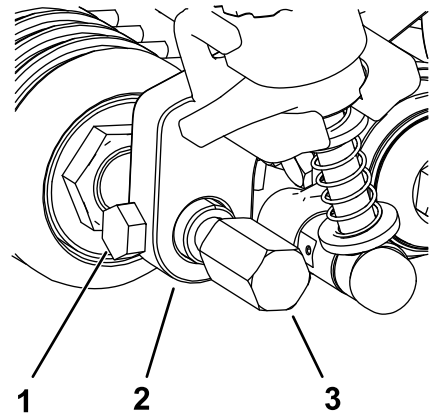

图21
5. 将前滚筒轴插入到剪草高度支架之间的中心位置用从旧的剪草高度支架上卸下的 2 个安装螺丝固定图21。
6. 将疏草刀防护装置装到前滚筒轴的任何一侧图21。